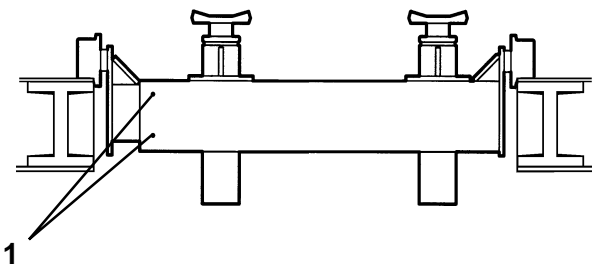

Fig. 5
Con riferimento alla Fig. 5 installare le traverse KP118-KP118P su ponti KP440-KP440N-KP442-KP442N agendo nel modo seguente:
Referring to Fig. 5, install wheel free jacks KP118-KP118P to lifts KP440-KP440N-KP442-KP442N as follows:
- position supports on platform edge and let jack come down. Check for proper sliding and tighten Allen screws 1 (Fig. 5) without locking them fully;
Unter Bezugnahme auf die Abb. 5 die Heber KP118-KP118P wie in Folge beschrieben auf den Hebebühnen KP440-KP440N-KP442-KP442N montieren:
Se référant à la Fig. 5, installer les traverses KP118-KP118P sur les ponts KP440-KP440N-KP442-KP442N en suivant les marches ci-dessous :
Con relación a la Fig. 5, instalar los travesaños KP118-KP118P en los puentes KP440-KP440N-KP442-KP442N efectuando las operaciones siguientes:
- Bajar la traviesa colocando los apoyos en el borde de las plataformas, comprobar el deslizamiento y atornillar los tornillos de cabeza hexagonal hueca 1 (Fig. 5) sin ajustarlos a tope.